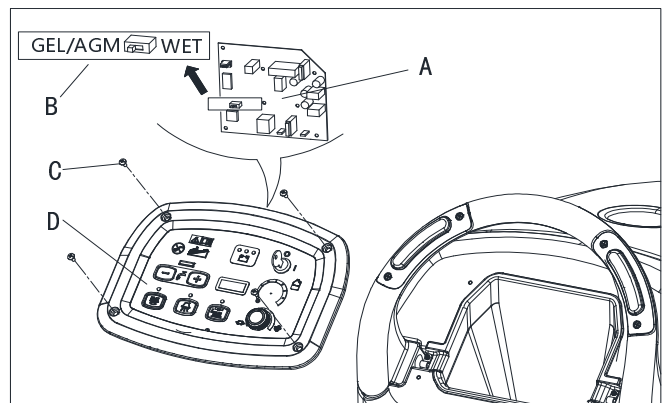

Abbildung 4
4. Entfernen Sie die Schrauben am Bedienfeld (C, Abb. 4), dann drehen Sie die Leiterplatte (A, Abb. 4) um, um den DIP-Schalter (B, Abb. 4) zur Einstellung des Batterietyps (NASS oder GEL/AGM) zu finden.